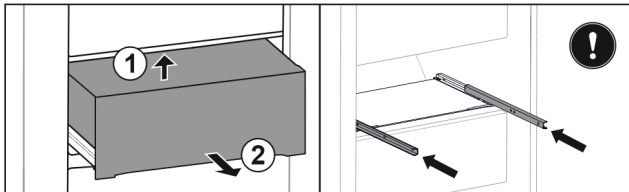

Fig. 114
- ▶ Lade van onderen achter optillen. Fig. 114 (1)
- ▶ Lade naar voren toe verwijderen. Fig. 114 (2)